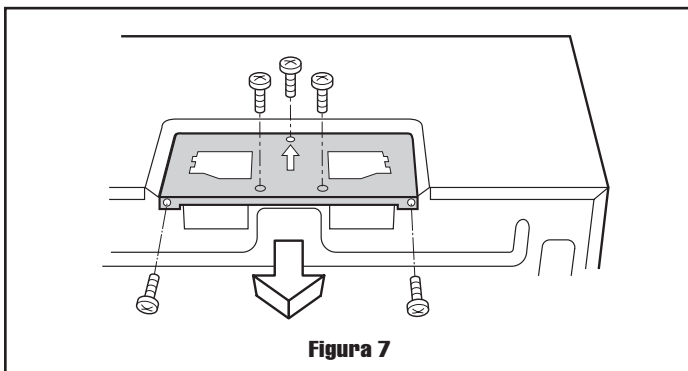

Figura 7
1. Retire 2 tornillos del borde posterior y 3 tornillos de la parte superior central del soporte de la cubierta del ventilador. Guarde 2 tornillos para usarlos luego y descarte los 3 restantes. Retire el soporte de la cubierta del ventilador deslizando en la dirección contraria de la flecha que aparece en el soporte, como se muestra en la Figura 7.